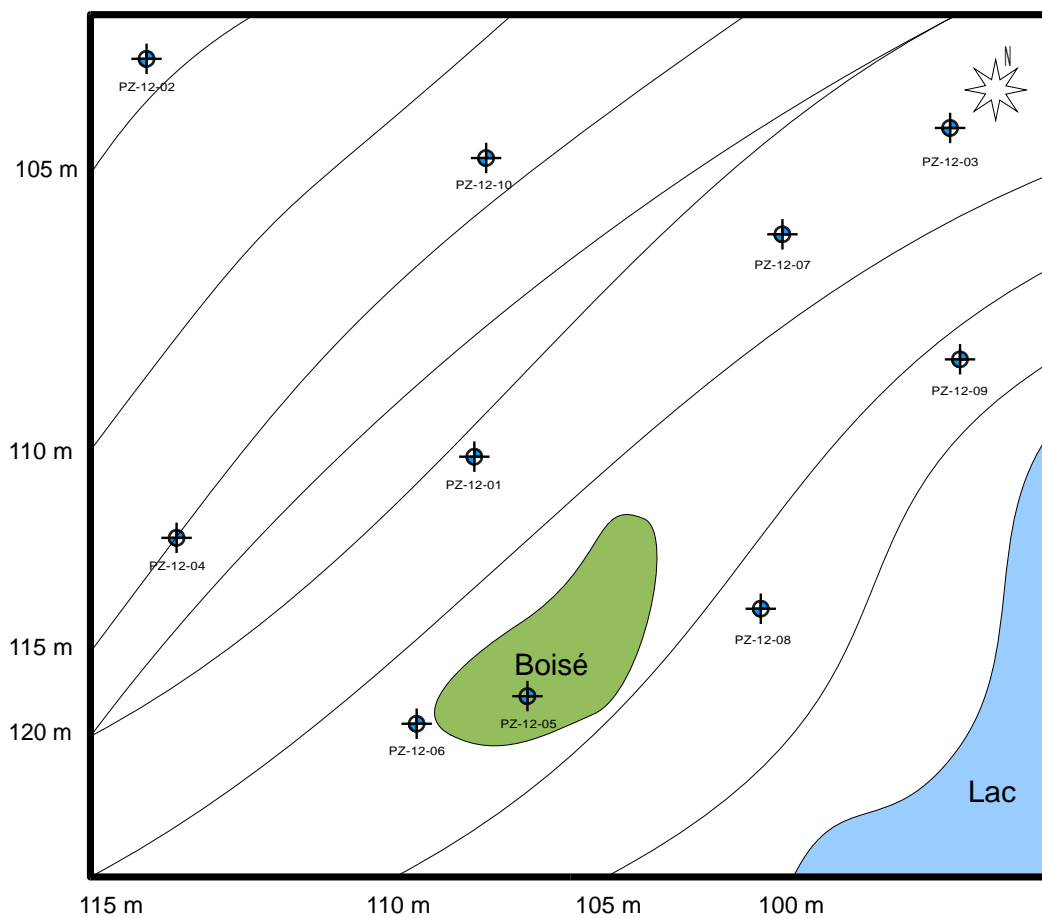

Figure 5.1: Topographie et localisation des piézomètres de l'aquifère
La figure 5.1 présente la topographie d'un site pour lequel on vous demande d'étudier l'écoulement des eaux souterraines. Le site est bordé au sud-est par un lac en lien hydraulique avec l'aquifère alors qu'une faille (imperméable) est-ouest borde le site au nord. Des piézomètres sont installés dans cet aquifère à nappe libre et le résultat d'un relevé piézométrique est donné au tableau 5.1.
- 2 a) Sur la figure 5.1, indiquez la charge hydraulique à côté de chaque piézomètre et tracez les équipotentiels pour des charges 100, 105, 110 et 115 m.